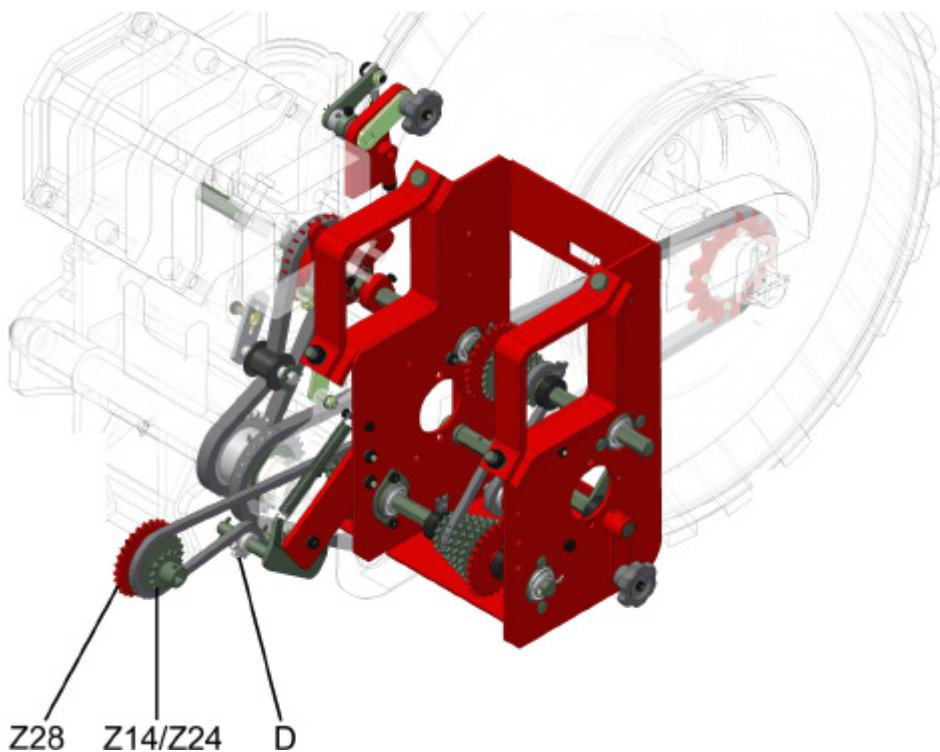

fig. 24
Mantenha a corrente esticada através do esticador (D), (fig. 24). Utilize as rodas dentadas **Z24** e **Z14** como opção adicional de regulagens, fazendo as trocas necessárias.